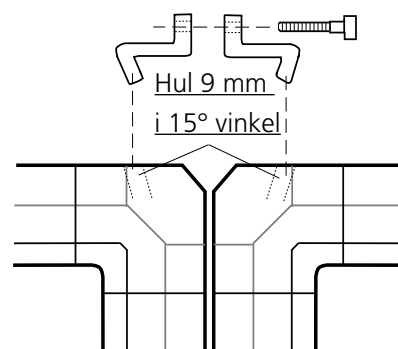

Fig. 5, set fra oven
- Eventuel udvendig sammenskruing: Bor et 9 mm hul i en 15° vinkel i hjørnet iht. fig. 5 og 6. Monter en låsekrog med skruer i hvert hjørne og tilspænd skruerne skiftevis med en 6 mm unbrakonøgle.